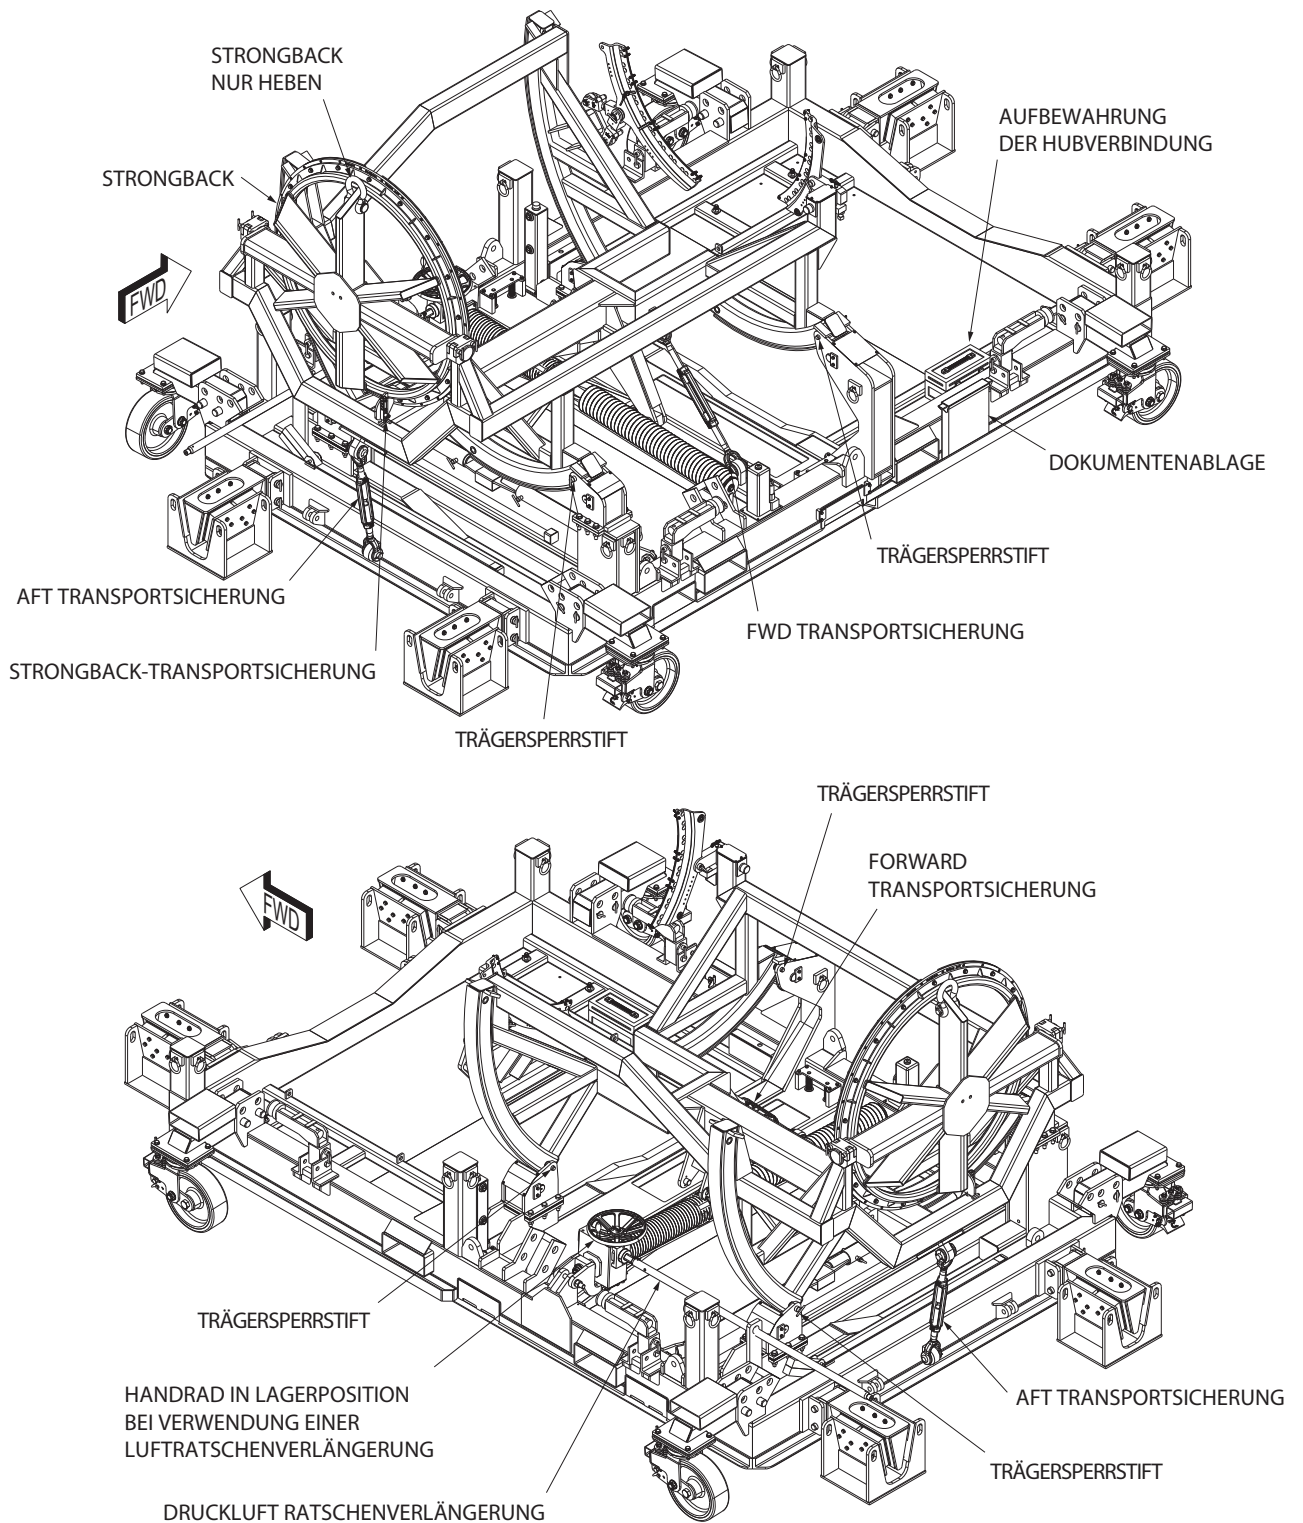

Abbildung 5.1-2 Stand mit Träger in aufrechter Position
- 1) Vier (4) Locking Pins entfernen (IPB Abbildung 1 - Item 6) (Abbildung 5.1-2).
- 2) Die vorderen und hinteren Shipping Braces lösen und trennen. (IPB Abbildung 1 - Item 3) (Abbildung 5.1-2).
- 5) Vier (4) Locking Pins installieren wenn die Löcher im Cradle Rollrahmen mit den Löchern des Roller Supports fluchten. (Abbildung 5.1-2).